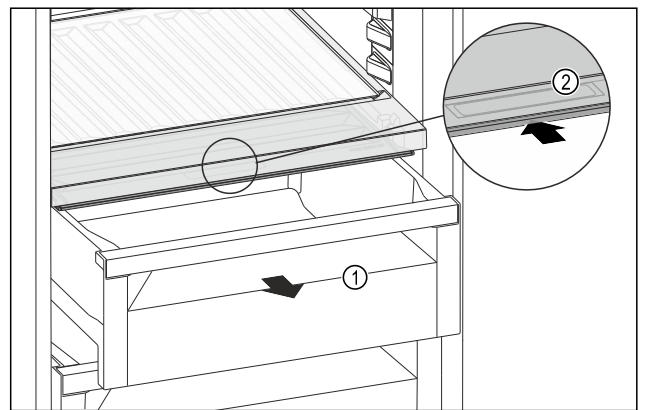

Fig. 134
- ▶ Retirer le tiroir Fig. 134 (1).
- ▶ Saisir la poignée encastrée Fig. 134 (2) du couvercle du compartiment et pousser le couvercle du compartiment vers l'arrière.